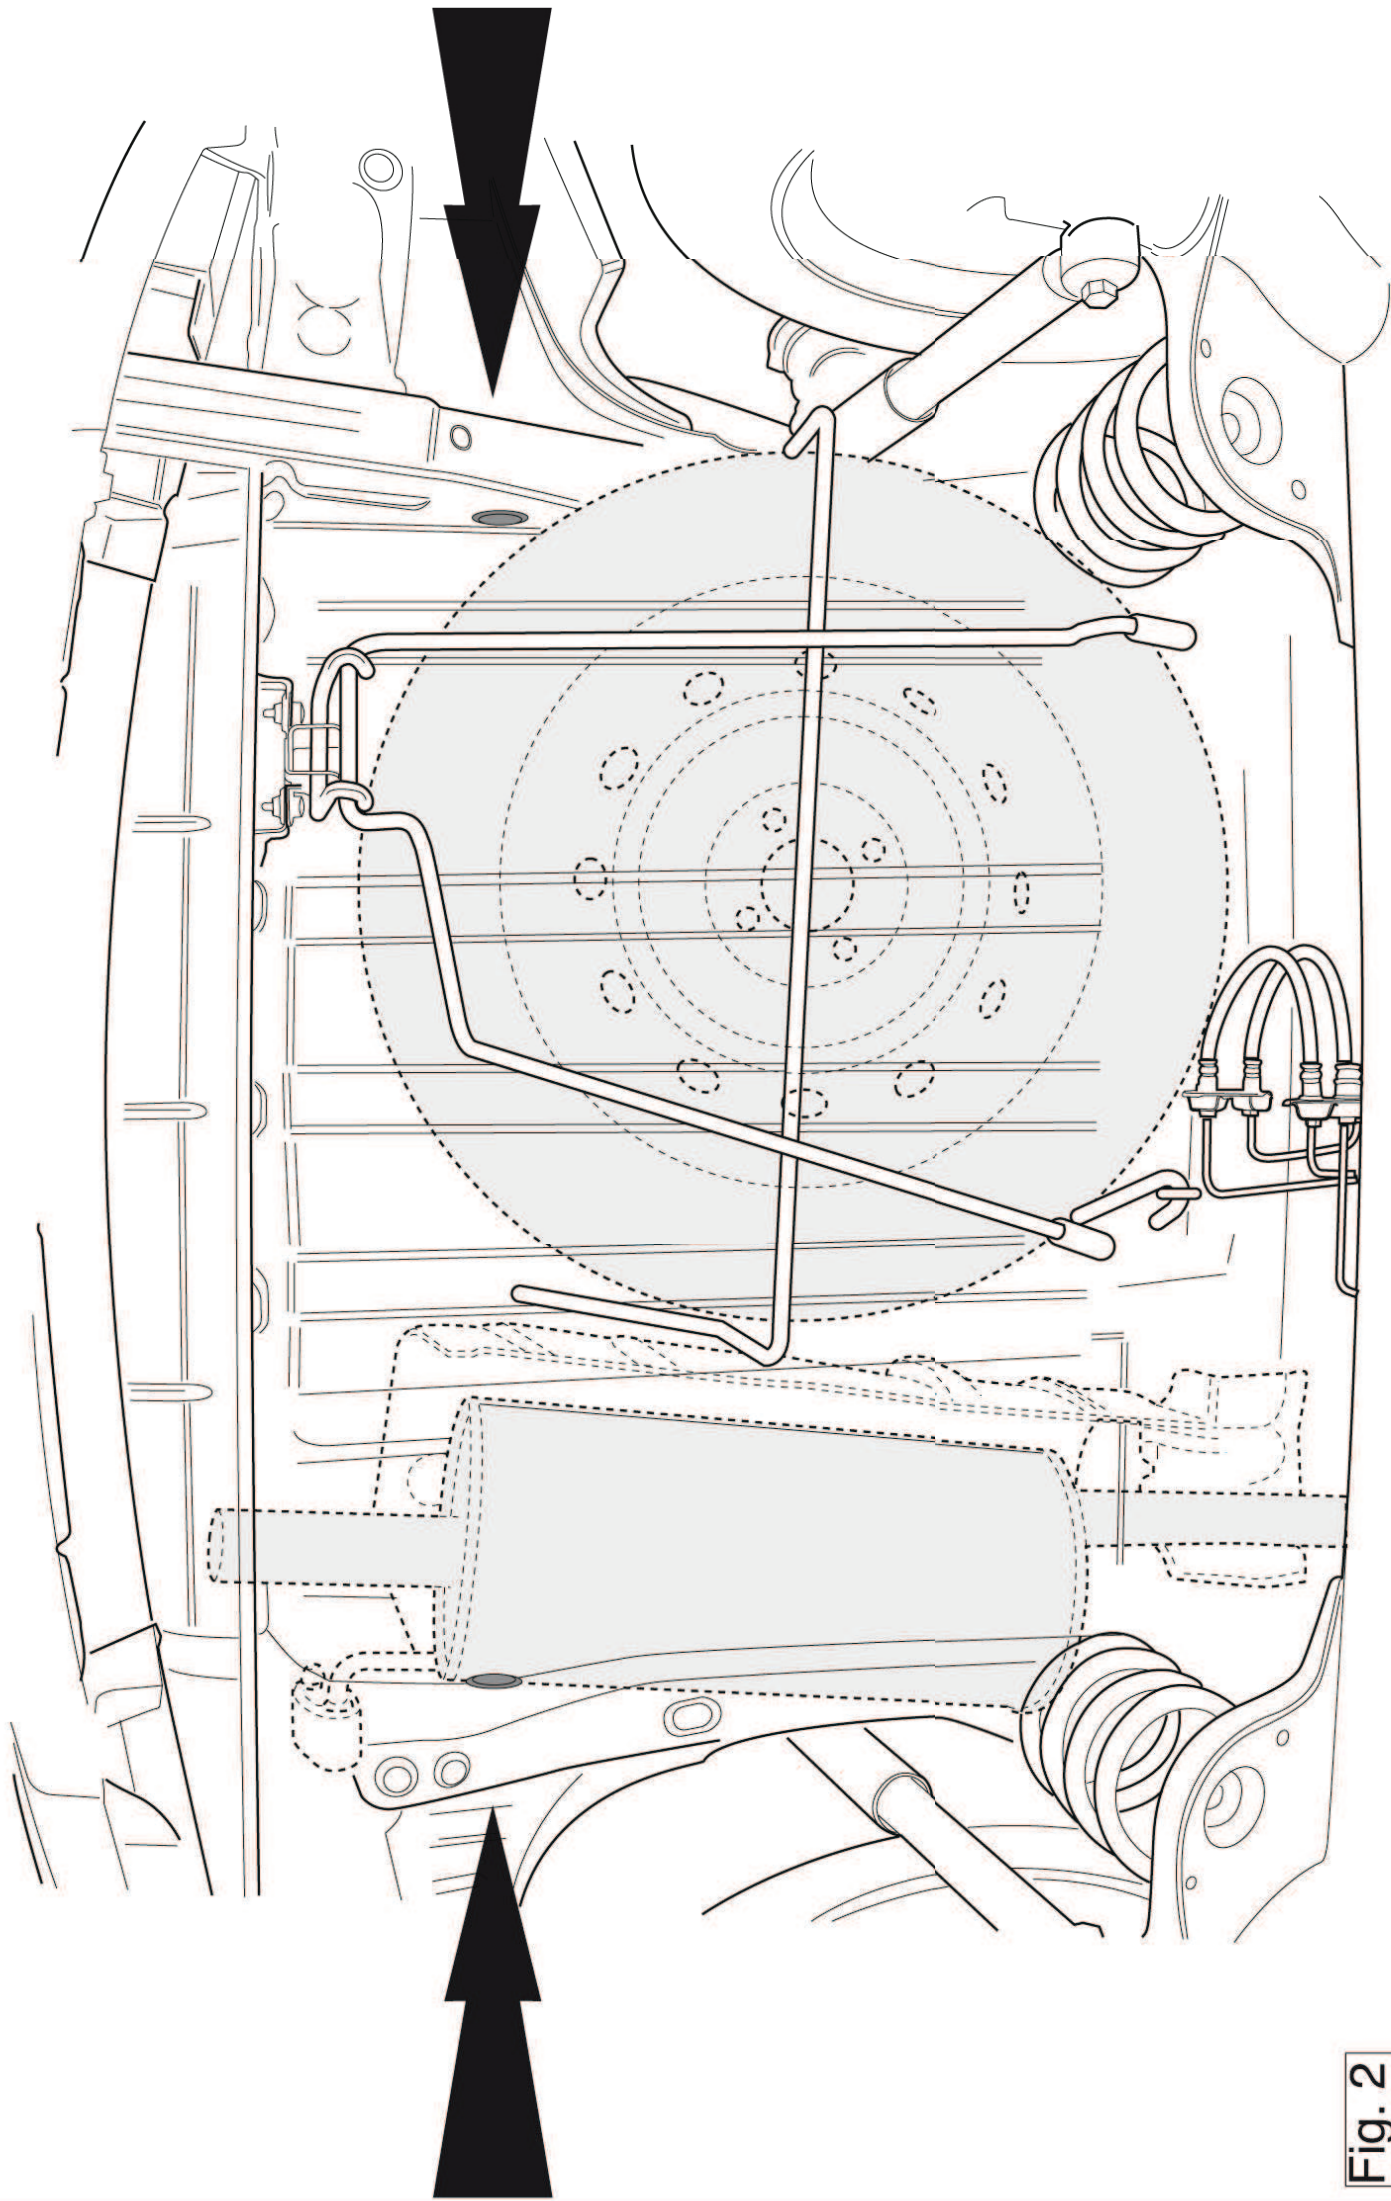

Fig. 2
5. Die Abdichtung wie angegeben entfernen. Siehe Abb.2.
5. Enlever en place le colmatage comme indiqué. Voir fig. 2.
5. Fjern afdækningen som angivet. Se fig. 2.